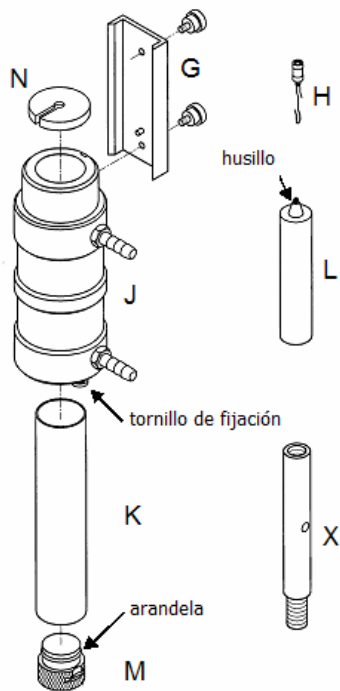

Fig. 7: Parties de LCP
- Fixez la jaquette de circulation (J) au connecteur (G) (figure 7).
- Fixez le connecteur (G) au viscosimètre (au trou dans le dos du vase métallique du viscosimètre)
- Placez le crochet (H) au mobile (L)
- Insérez le mobile (L) dans la jaquette de circulation, et attachez-la avec l'axe du viscosimètre en le faisant tourner dans le sens horaire.
- Fermez le conteneur de l'échantillon (K) avec le tampon inférieur (M).
- Insérez le conteneur (K) par la partie inférieure, dans le manchon de circulation (J).